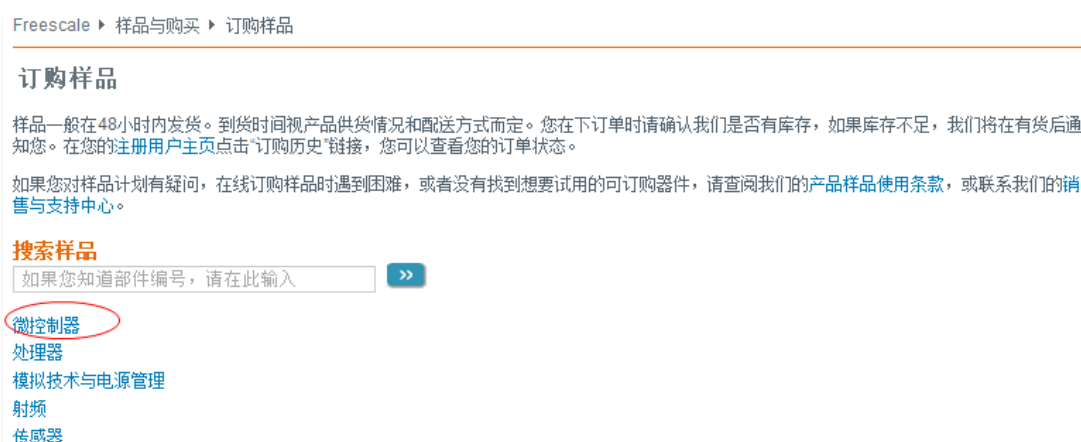

图 36 检索样品
2. 选择微控制器，以K22举例，经过检索可以找到K22的相关样品，或者您可以直接通过“微控制器”→“Kinetis”→“K系列”→“K2x”→“K22”的方式找到该芯片，检索界面如图 36 所示。